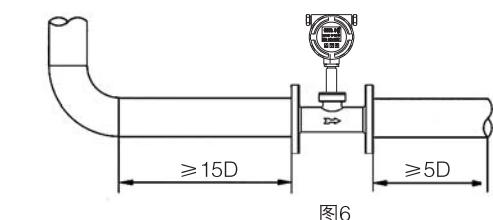

图6
c). 弯管的安装：若流量计安装点的前直管段有90弯头或T形接头，流量计前直管段应 $\geq 15D$ 的等径直管段，后直管段应 $\geq 5D$ 的等径直管段如图6